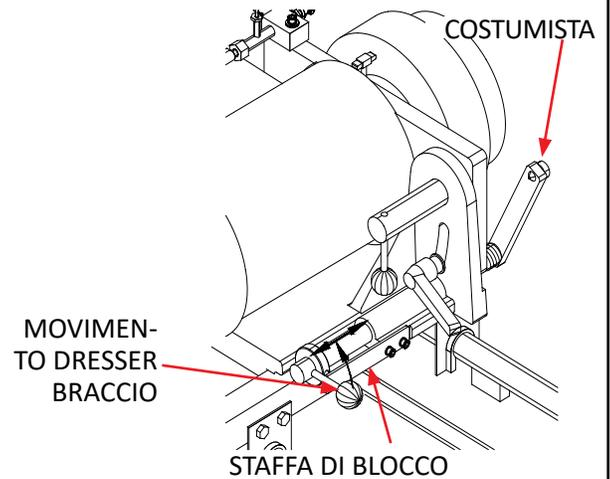

FIG. 25
7. Al termine, ruotare la maniglia in senso orario contro la staffa di blocco prima di tirare indietro e posizionare il braccio di movimento del comò nella staffa di blocco. Vedi FIG. 25.